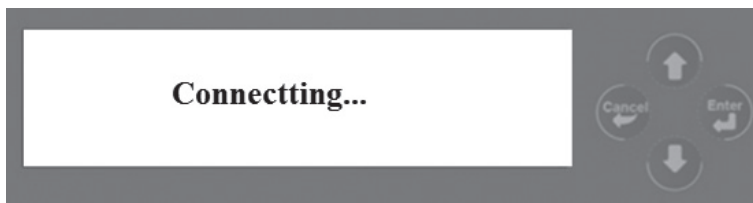
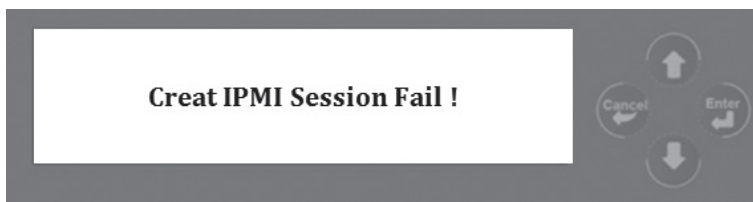
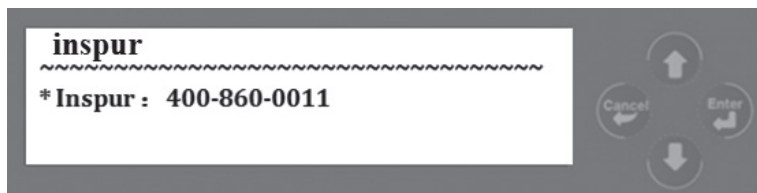

图 3
图 4
图 6
3、进入连接 BMC 界面如图 3，若 BMC 正常工作（正常连接以及正常获取工作模式）则会进入主菜单界面，否则会报错如图 4、5 并进入客户电话界面如图 6：